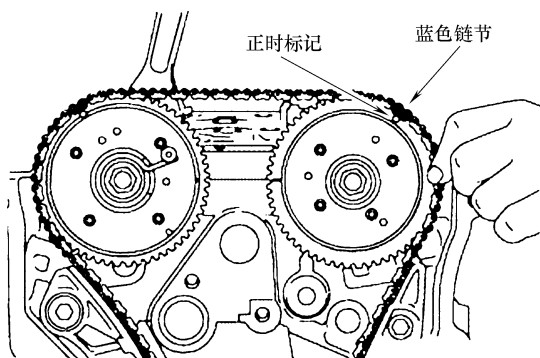

图 28-6 蓝色链节对准进气 VVT 链轮上的正时标记
- 4) 如图 28-6 所示, 将蓝色链节与进气 VVT 链轮上的正时标记对齐。